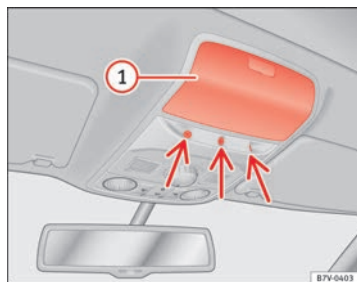

Fig. 48 Nella console del tettuccio: sensori dell'antifurto volumetrico.
Chiudere il vano portaoggetti ⇒ fig. 48 ① della console del tettuccio; in caso contrario non è garantita la funzione di antifurto volumetrico (freccia) senza restrizioni.